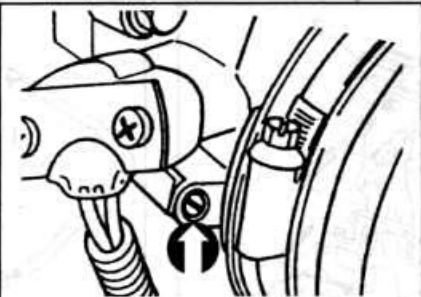

Рис. 2.110. Стрелкой показан регулировочный винт исходных оборотов холостого хода
- после появления кода «60» дать двигателю поработать 30 с при частоте вращения коленчатого вала 3000 об/мин, затем перевести двигатель на холостой ход. Если обороты холостого хода не находятся в пределах 800-950 об/мин, вынуть заглушку регулировочного винта исходных оборотов холостого хода (рис. 2.110) из корпуса дроссельной заслонки и поворотом винта отрегулировать обороты холостого хода. При вращении винта против часовой стрелки обороты холостого хода увеличиваются, и наоборот. После регулировки поставить заглушку на регулировочный винт и нажать на кнопку проверки тестера STAR;